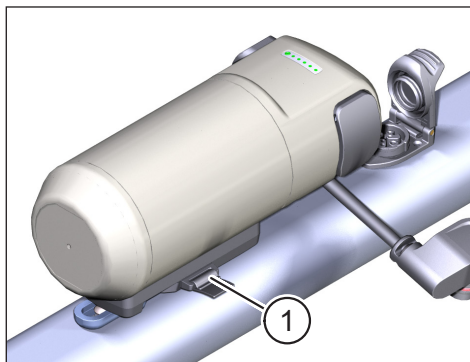

Fig. 20: FIDLOCK®-systemet låst
- ▶ Tryck in låsbrickan så långt det går (nr 1 i fig. 20), så att räckviddsförlängaren sitter ordentligt på plats.